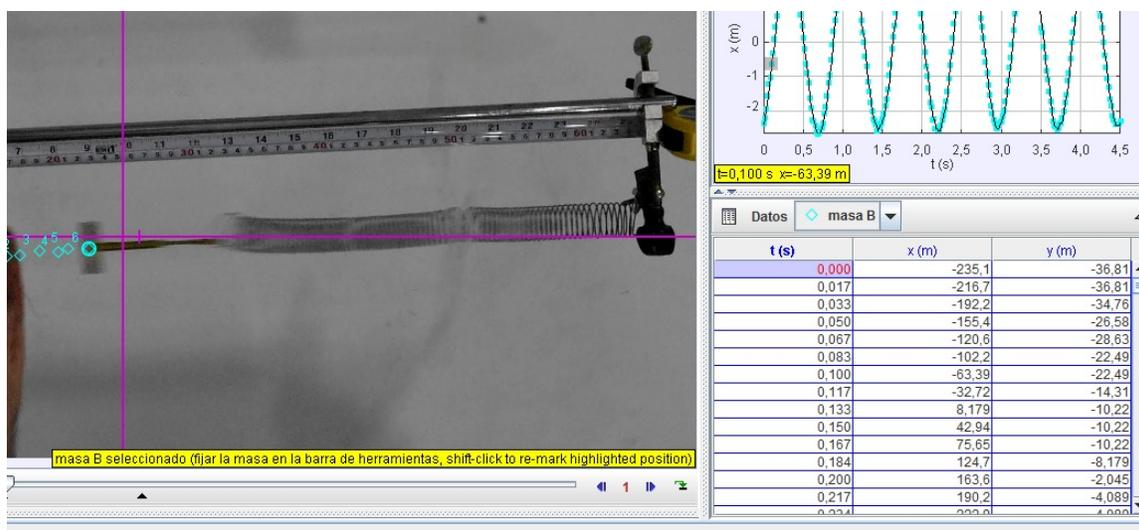

Figura 2.7: Tabla de datos almacenada después de tomar las medidas.
11. Una vez llegue al último fotograma, fíjese que en la parte derecha de la ventana, todos los datos han queda almacenados en una tabla (vease figura 2.7 ), copie las columnas  $t(s)$  y  $x(m)$ , llévelas a Microsoft Excel y construya una gráfica.